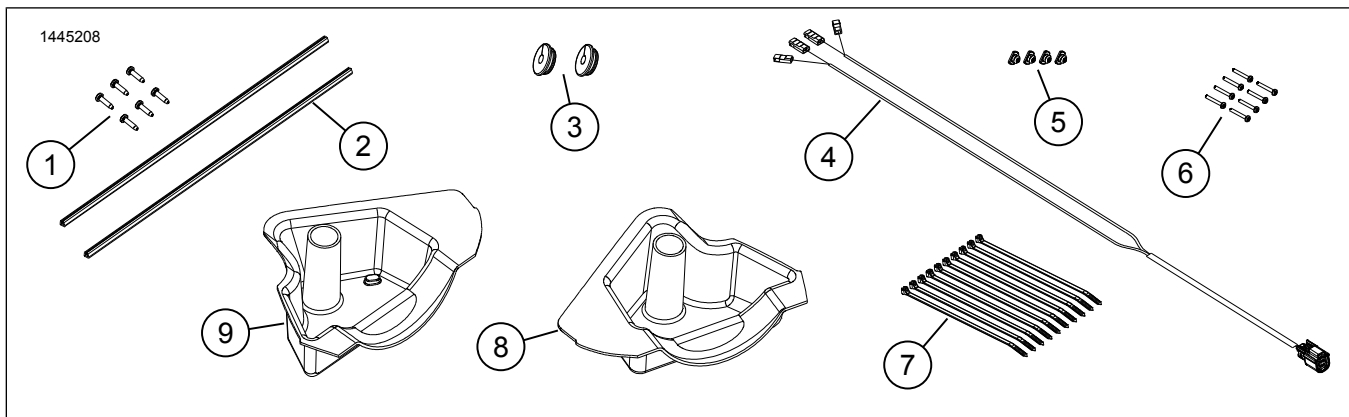

Figure 14. Pièces de rechange, Haut-parleurs inférieurs de carénage
14. Voir la figure 14. Installez l'œillet en caoutchouc (3) dans un trou percé.
6. Voir la figure 14. Connectez [351B] du faisceau de fils de haut-parleur (4) à :